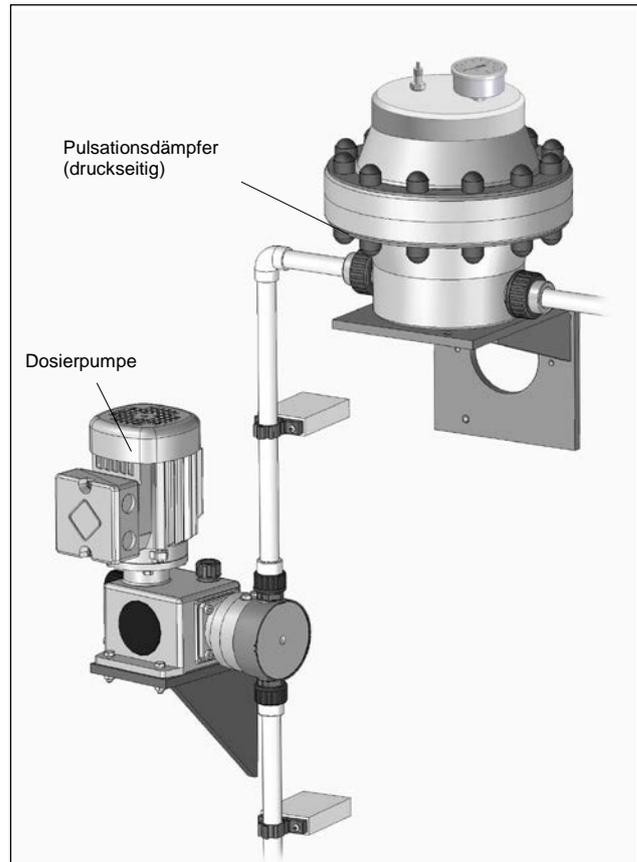

Abb. 06 Installationsbeispiel
Die Installation des Membranpulsationsdämpfers erfolgt auf der Druckseite der Pumpe (siehe Abb. 06). Eine Installation auf der Saugseite ist prinzipiell möglich, jedoch werden hier in der Regel Pulsationsdämpfer ohne Membrantrennung eingesetzt. Dabei folgende Punkte beachten:
- Das Gewicht der Pulsationsdämpfer darf nicht auf die Rohrleitungen wirken. Geeignete Konsolen verwenden (siehe Abb. 06).